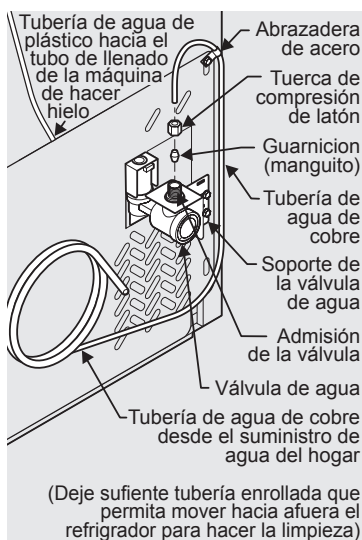

Figura 1
4. Si usa tuberías de cobre: deslice la tuerca de compresión de latón y luego la férula (manguito) en la tubería de suministro de agua. Empuje la tubería de suministro de agua hacia dentro de la entrada de la válvula de agua lo más posible (¼ de pulgada/6,4 mm). Deslice la férula (manguito) en la entrada de la válvula y apriete manualmente la tuerca de compresión en la válvula. Apriete otra media vuelta con una llave; NO apriete en exceso. Consulte la Figura 1.